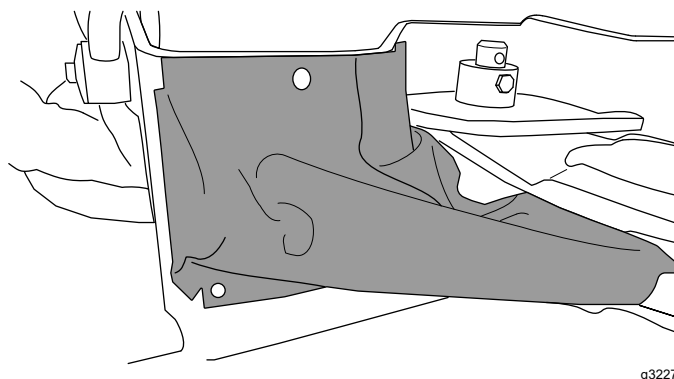

Figura 11
5. Allineate i fori nella copertura del cilindro con i fori nel telaio e fate aderire alle strisce di fissaggio a gancio e anello (Figura 11).